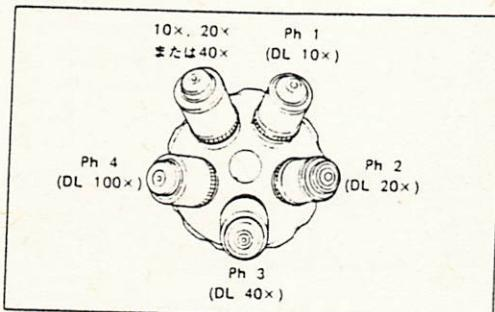

図2
- 2) レボルバを時計方向に回転した場合に、Ph記号の数字が大きくなるよう位相差用対物レンズを取り付けます。(図2)